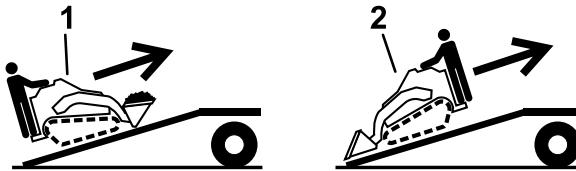

Bild 24
5. Fahren Sie beim Verladen auf den Anhänger mit dem schweren Ende der Maschine auf die Rampe und befördern Sie Lasten niedrig (Bild 24).